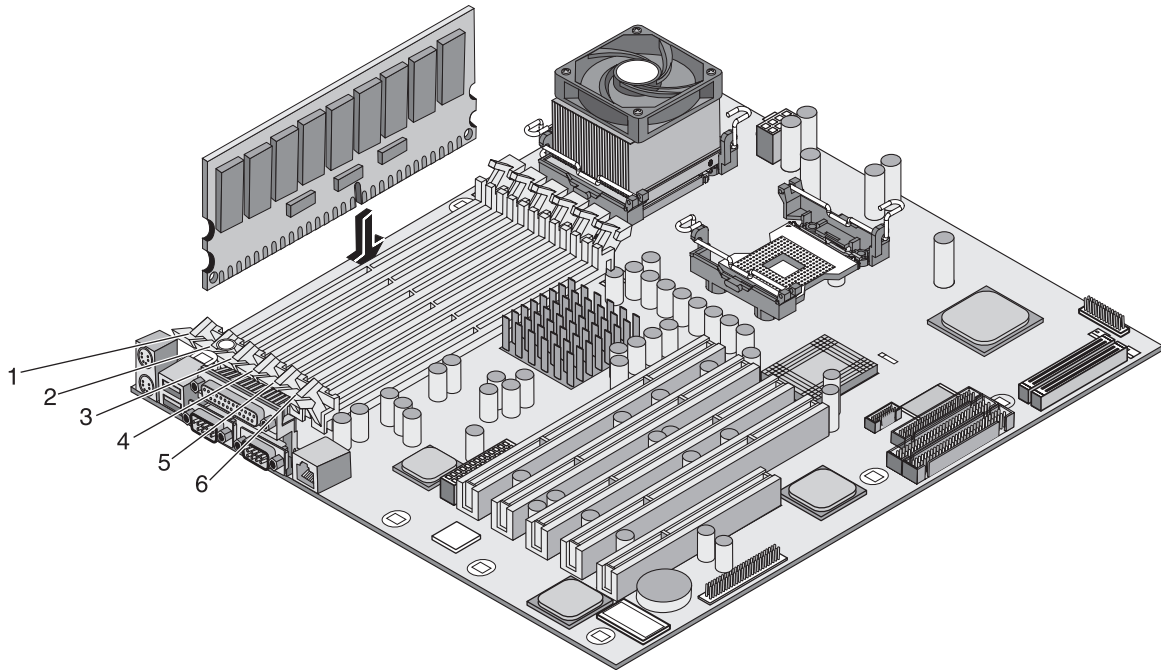

Abbildung 2-13: Einsetzen des DIMMs
8. Halten Sie das DIMM im 90-Grad-Winkel an die Systemplatine, und drücken Sie es gleichmäßig in den Steckplatz, bis die Halteriegel einrasten (siehe Abbildung 2-13).